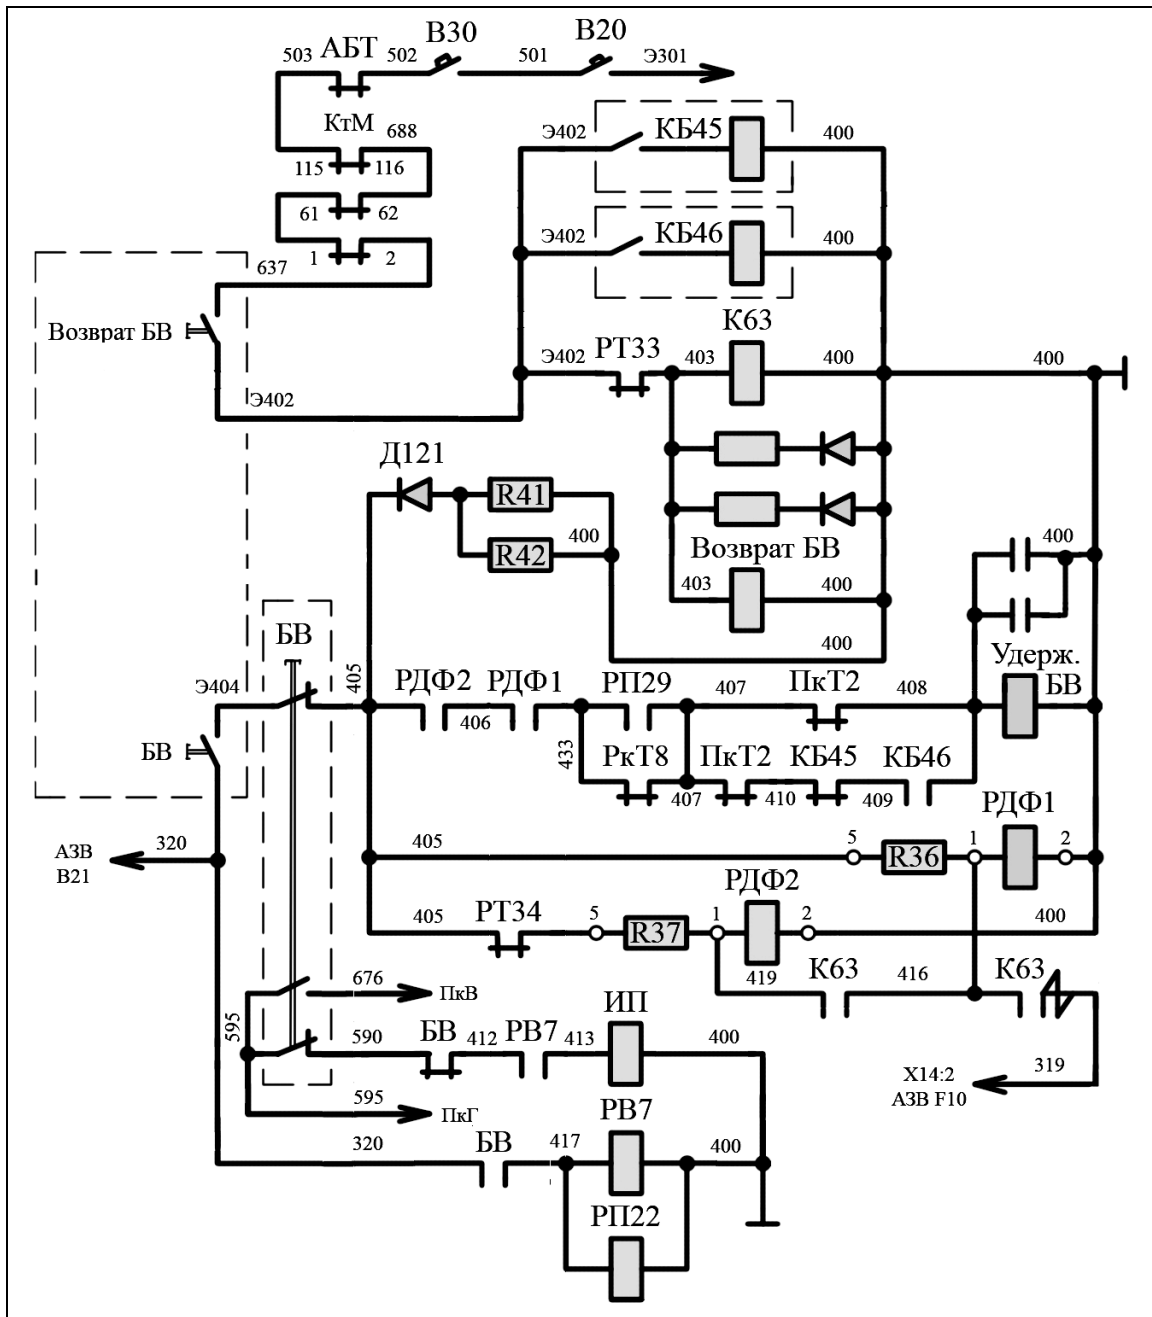

Рис. 162. Схема управления быстродействующими выключателями электровоза ВЛ11м до № 372
1. Электровоз ВЛ11м до № 372 (рис. 162).